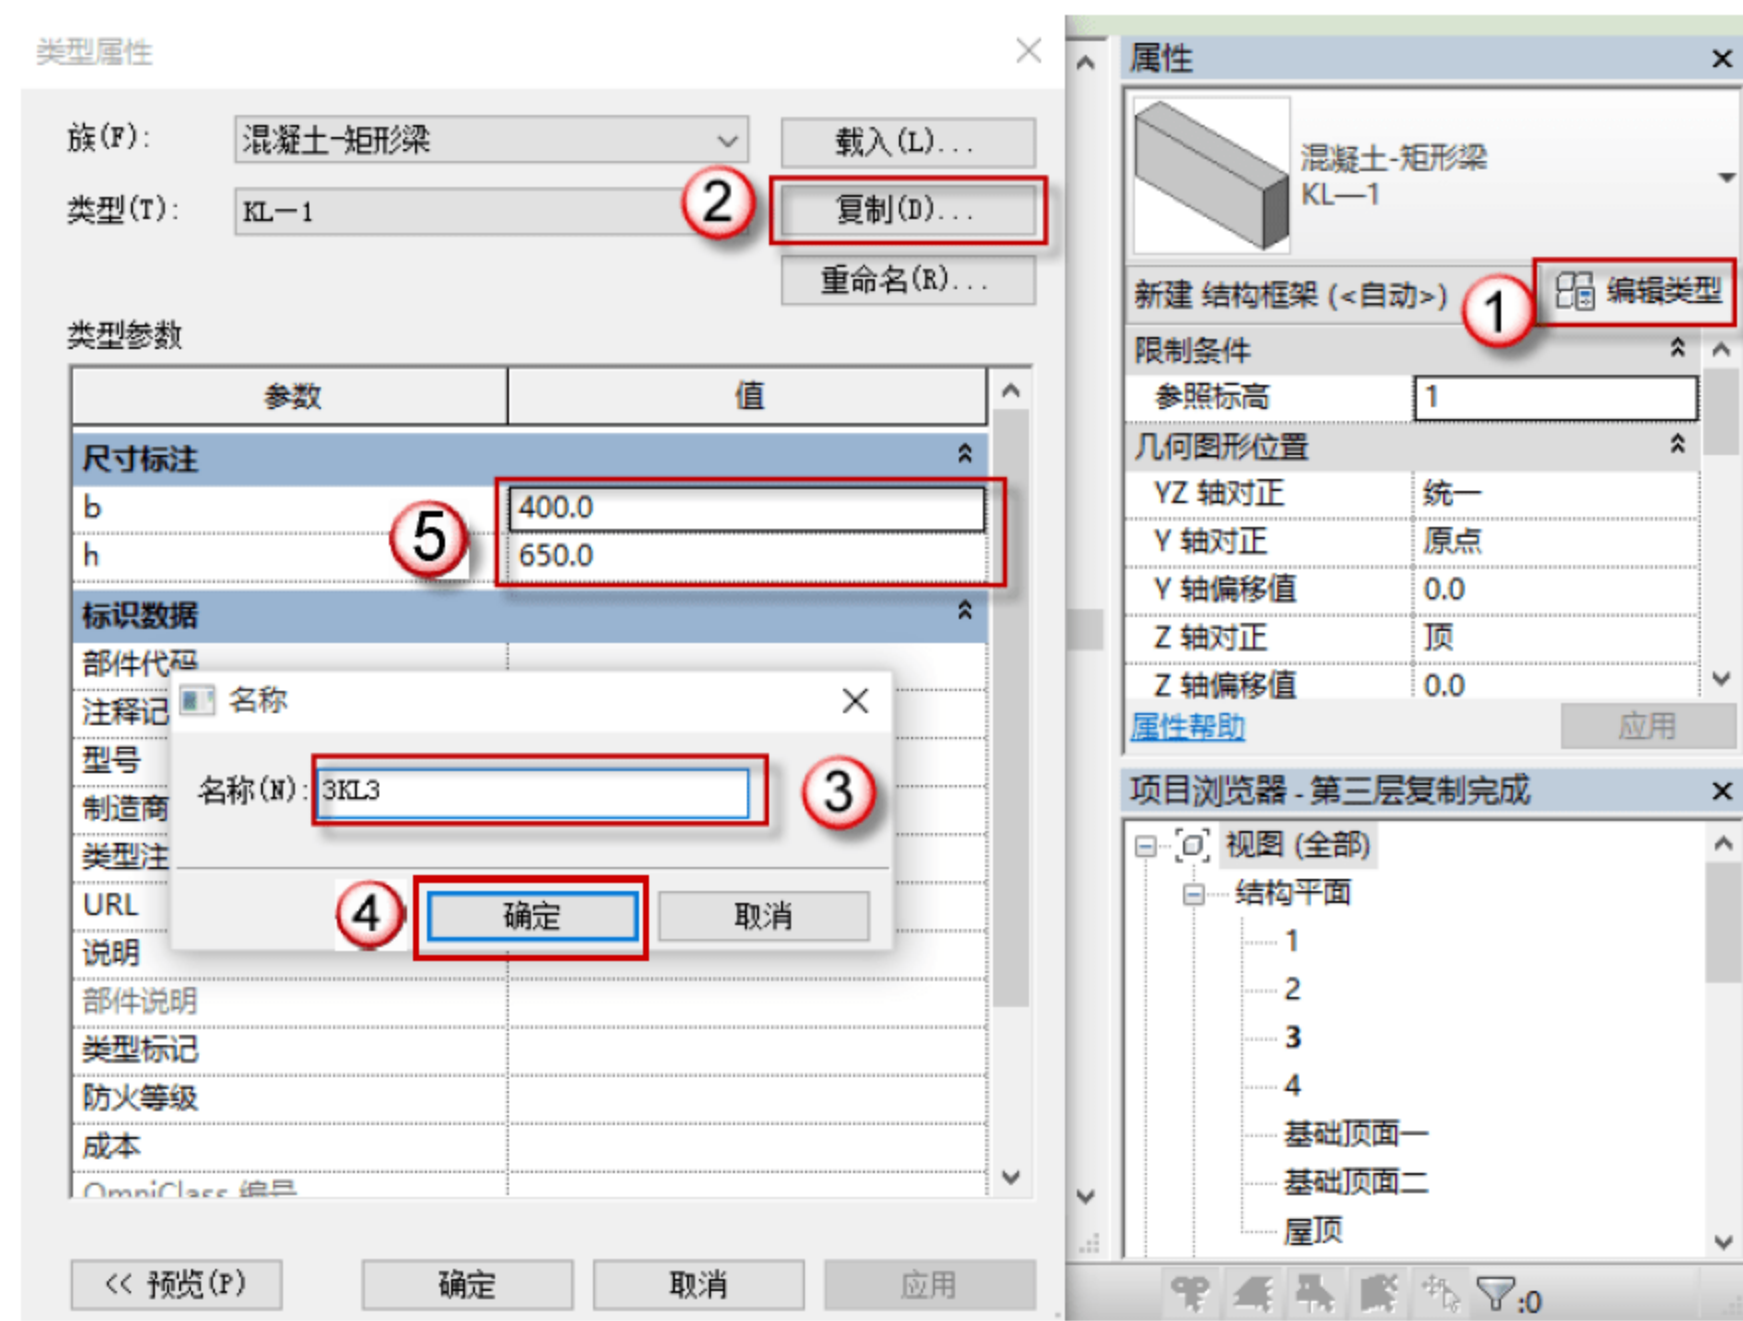

图 4.4.15 修改 KL3
(4) 修改 KL3 的参数以及名称，单击 KL3 对象，单击“编辑类型”按钮，在弹出的对话框中，单击“复制”按钮，在弹出的对话框中命名新的族名称“3KL3”，单击“确定”按钮，在“尺寸标注”栏中修改截面参数，如图 4.4.15 所示。